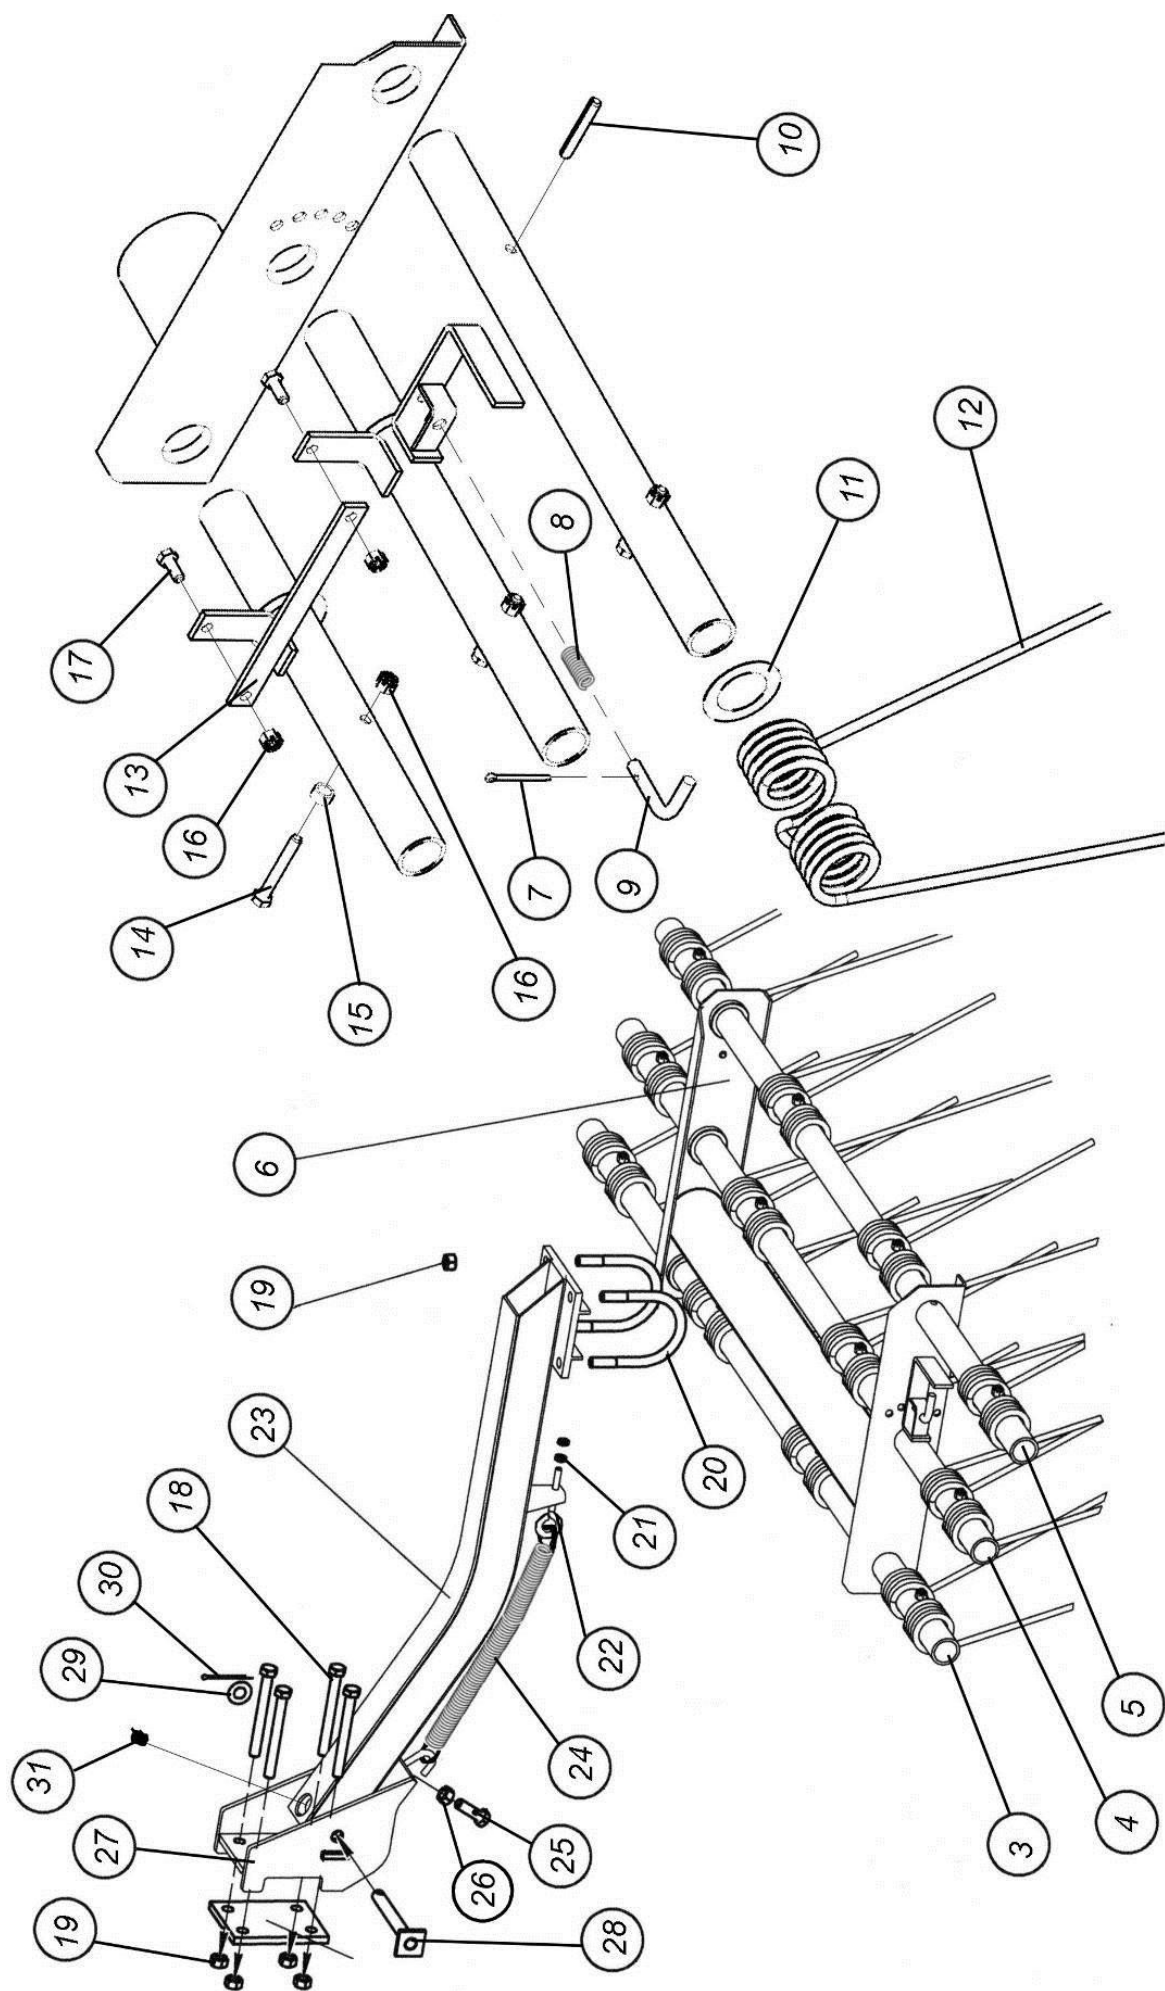

Рис. 7.1.8. Трехрядная борона
7.1.8. Трехрядная борона (рис. 7.1.8)